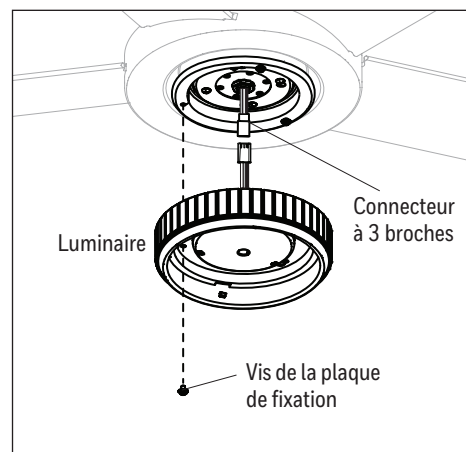

Figure 5.5
5. Retirez l'une des trois vis de la plaque du luminaire et desserrez les deux autres vis sans les retirer. Branchez les connecteurs à 3 broches de la plaque du luminaire sur les connecteurs à 3 broches du luminaire. Soulevez les deux encoches en trou de serrure du luminaire par-dessus les deux vis desserrées de la plaque du luminaire, puis tournez le luminaire dans le sens des aiguilles d'une montre. Ensuite, fixez le luminaire à la plaque du luminaire à l'aide de la vis de la plaque du luminaire retirée précédemment. Serrez toutes les vis (Figure 5.5).